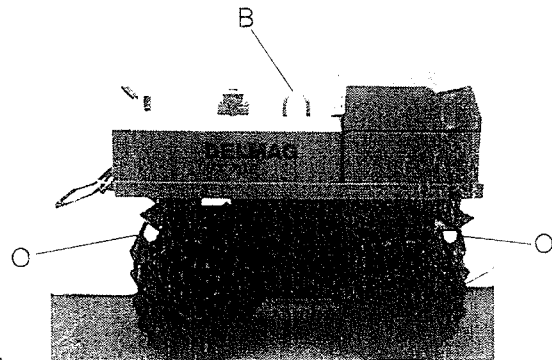

Bild 13
- Zum Verladen der Walze mit einem Hebezeug ist in der Mitte der Walze eine zentraler Transportbügel " B " angebracht (Bild 13).